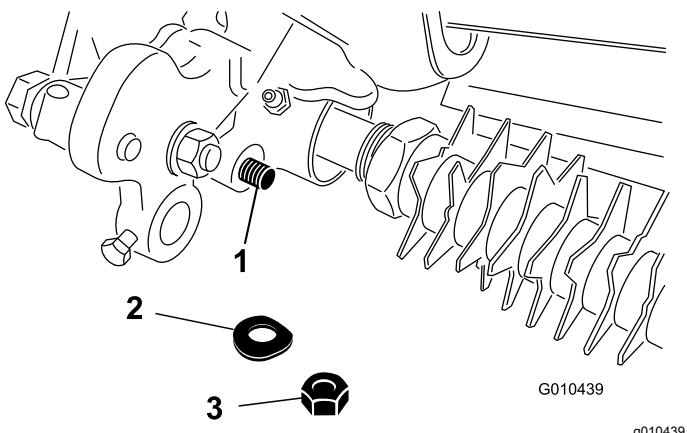

Figura 32
4. Rimuovete il dado di fissaggio e la rondella Belleville che fissano l'estremità dell'asta del gruppo del braccio dell'altezza di taglio al gruppo di rotazione del groomer (Figura 32).